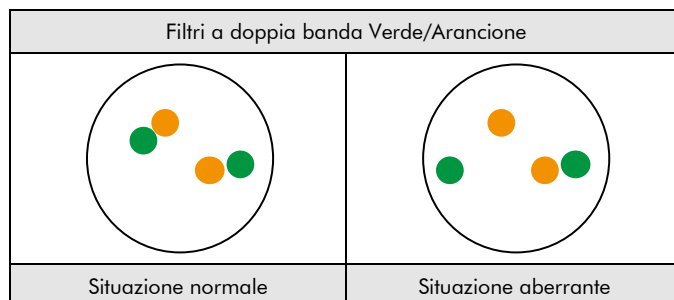

Fig. 2: Risultati attesi in situazione normale e aberrante
**Situazione normale:** nelle interfasi di cellule normali o cellule senza una traslocazione che coinvolge la regione del gene CSF1R, compaiono due segnali di fusione verdi/arancioni (vedere Fig. 2).
**Situazione aberrante:** una regione del gene CSF1R interessata da una traslocazione è evidenziata da due segnali separati, di cui uno verde e uno arancione (vedere Fig. 2).